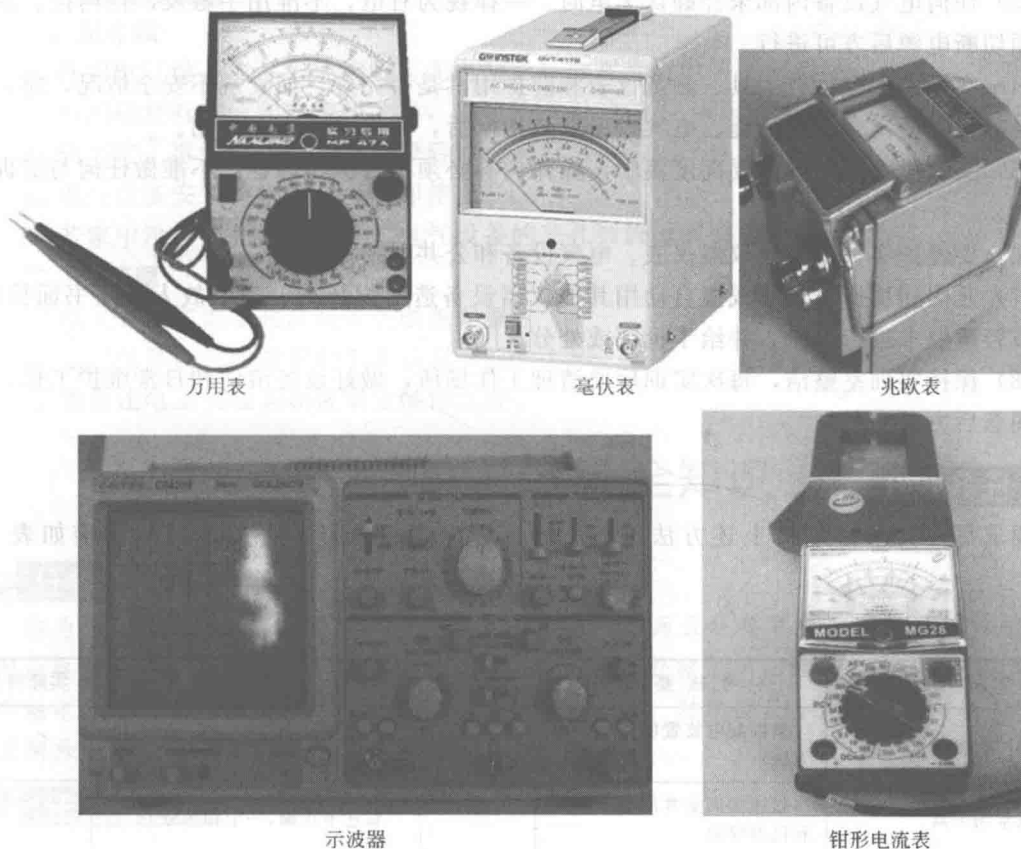

图 1-3 部分电工仪器仪表
(1) 常用电工仪器仪表 常用电工仪器仪表有电流表、电压表、万用表、示波器、毫伏表、频率计、兆欧表、钳形电流表、函数信号发生器、单相调压器等，见图 1-3。